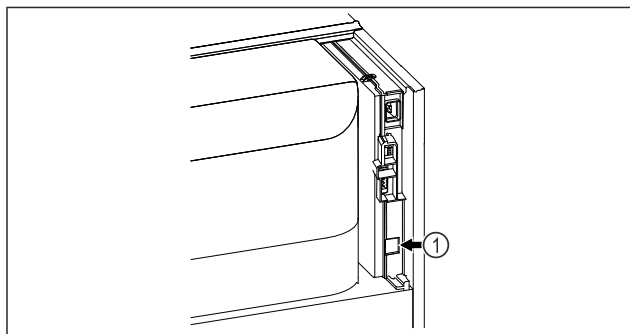

Fig. 81
- ☐ SmartModule Fig. 81 (1) ist eingesetzt.